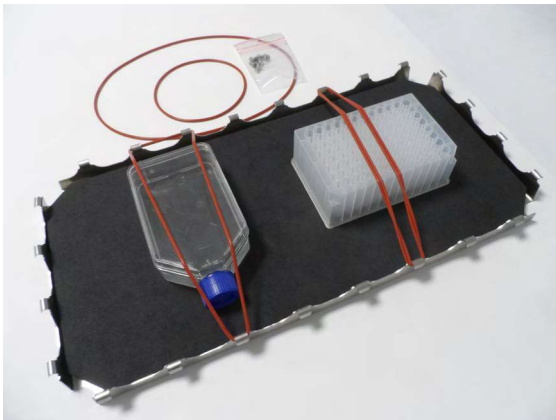

Abbildung 94: Mehrzweckablage mit befestigten Behältern und O-Ringen
1. Legen Sie die Mehrzweckablage ② auf die Plattform.
3. Befestigen Sie die Mehrzweckablage ② mit den im Lieferumfang der Mehrzweckablage enthaltenen Schrauben ③.
4. Legen Sie die Gummimatte ① in die Ablage ②.
5. Legen Sie die Flaschen auf die Ablage und sichern Sie sie mit den im Lieferumfang enthaltenen O-Ringen ④, siehe Abbildung 94.